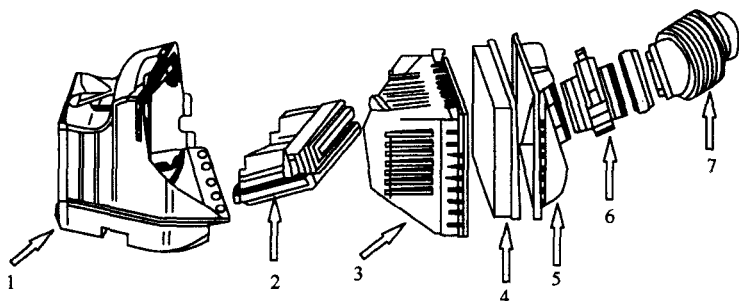
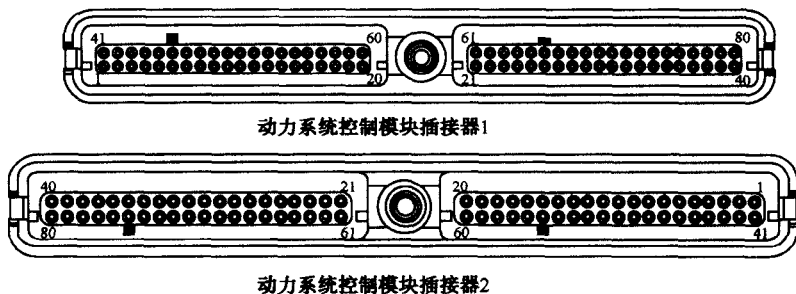

图 1-1-1 动力系统控制模块 (PCM) 安装位置
图 1-1-2 动力系统控制模块 (PCM) 针脚
1. 动力系统控制模块 (PCM) 位置及针脚识别 (图 1-1-1、图 1-1-2)